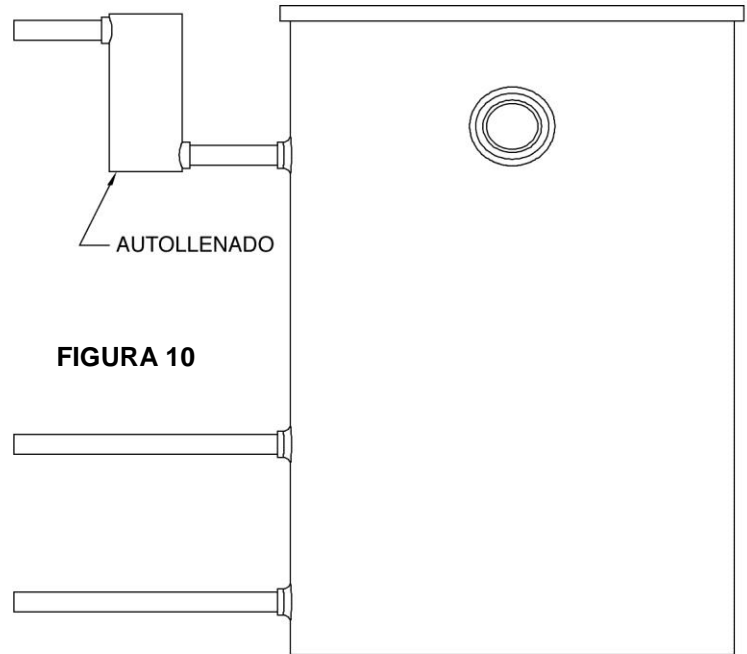

FIGURA 10
9. AUTOLLENADO: otro artículo opcional para la versión separada del WetDek, se puede fijar el autollenado al accesorio superior de 1 1/2" (3.8 cm) sobre el depósito para regular el nivel del agua en el tanque, como se muestra en la **FIGURA 10**. Se recomienda esto para los WetDeks instalados en climas cálidos donde la evaporación afectará más los niveles del agua.